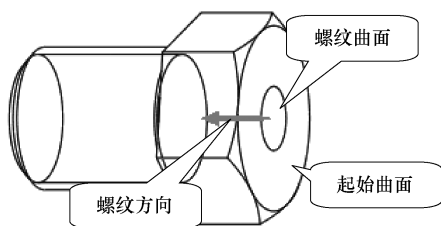
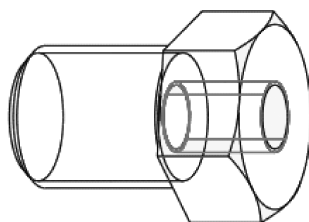

图 4-172 设置螺纹要素 2
图 4-173 完成外螺纹 2
(24) 选择菜单栏中的【插入】|【修饰】|【螺纹】选项。
(25) 弹出【修饰：螺纹】对话框，选择外圆柱面作为螺纹曲面，选择左端面外侧倒角面作为起始曲面，在【方向】菜单中选择【正向】选项，默认螺纹方向，如图 4-172 所示。
(26) 在【指定到】菜单中选择【盲孔】|【完成】选项，在消息区根据提示输入深度，输入深度值为“30”，按〈Enter〉键接受该深度值。
(27) 根据消息区提示，输入直径“20”，单击 ☒ 按钮接受该值作为内螺纹的大径。
(28) 在【特征参数】菜单中选择【完成/返回】选项，完成各项目定义，回到【修饰：螺纹】对话框。在【修饰：螺纹】对话框中单击 按钮预览生成的螺纹，符合设计要求后，单击 按钮完成第 2 个修饰螺纹，如图 4-173 所示。